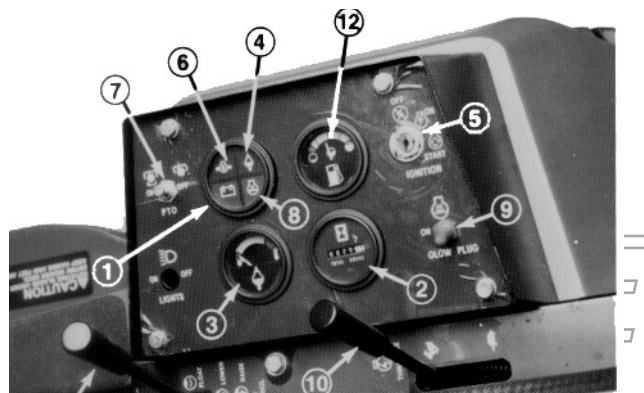

Fig. 10
Ladelampe (Fig. 10)—Denne lampe må ikke lyse, når motoren går. Hvis den lyser, skal ladesystemet kontrolleres og evt. repareres.
Timetæller (Fig. 10)—Det totale antal timer, motoren arbejder, registreres på timetælleren.
Temperaturmåler og kontrollampe for høj temperatur (Fig. 10)—Registrerer kølevæskens temperatur i systemet. Hvis temperaturen bliver for høj, standser motoren automatisk og kontrollampen for høj temperatur lyser. Når dette sker, skal man afbryde tændingsnøglen, kontrollere køleren for snavs, checke ventilatorremmen og kontrollere om kølevæskestanden i ekspansionsbeholderen er korrekt. Kontrollampen for høj temperatur genindstilles automatisk, når kølevæsken er nået et sikkert niveau.
Kontrollampe for lavt motorolietryk (Fig. 10)—Hvis olietrykket i motoren er faldet under et sikkert niveau, lyser denne lampe. Stands motoren og reparer den, inden arbejdet fortsættes.
Kraftudtagskontakt (Fig. 10)—Træk bøsningen på vippekantkontaktet op, og sæt håndtaget på TILKOBLET (ON) for at TILKOBLE den elektriske kraftudtagskobling. Træk bøsningen op og sæt håndtaget på FRAKOBLET (OFF) for at FRAKOBLE den elektriske kraftudtagskobling. Det eneste tidspunkt, hvor kraftudtagskontakten skal være i TILKOBLET stilling, er når redskabet er nede i arbejdsstilling og parat til at begynde arbejdet.
Tændingsnøglekontakt (Fig. 10)—Tændingskontakten bruges til at starte og standse motoren og har tre stillinger: AFBRUDT (OFF), KØRSEL (RUN) og START. Nøglen drejes med uret—START—for at aktivere startmotoren. Når motoren starter, slippes nøglen. Nøglen bevæger sig automatisk til TILSLUTTET (ON) stilling. Motoren afbrydes ved at dreje nøglen mod uret til AFBRUDT (OFF).
Kontakt og kontrollampe for gløderør (Fig. 10)—Anvendes til at forvarme motorcylindrene ved koldstart af motoren—cylindrene forvarmes automatisk ved start med varm motor. Ved koldstart trykkes kontaktens arm opad og holdes dér, samtidig med at man ser på kontrollampen for gløderør. Kontrollampen lyser orange, når gløderørene er aktiverede. Hvor længe det er nødvendigt at forvarme cylindrene, afhænger af omgivelsestemperaturen.
Gashåndtag (Fig. 10)—Bruges til at regulere motorens omdrejningstal og kørehastigheden. Når gashåndtaget føres fremad, øges motorens omdrejningstal—HURTIGT. Når det føres bagud, mindskes motorens omdrejningstal—LANGSOMT. Gashåndtaget regulerer hastigheden af klippeenhedens knive og kontrollerer sammen med manøvrepedalen traktorens kørehastighed.
Hydraulikløftehåndtag (Fig. 10)—Hydraulikløftehåndtaget har tre positioner: FLYDE-, TRANSPORT- og LØFTET stilling. Klippeenheden sænkes ned på jorden ved at føre løftehåndtaget fremad ind i hakket for FLYDNING. FLYDE-stillingen anvendes til at klippe græs og når maskinen ikke er i brug. Klippeenheden løftes ved at trække løftehåndtaget bagud til LØFTET stilling. Når klippeenheden er løftet, skal man lade